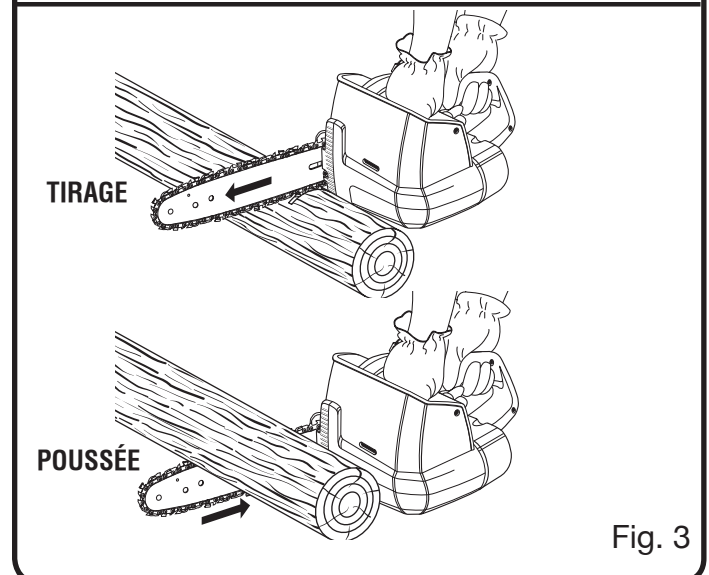

Fig. 3
- **Poussée et traction** - La force de réaction s'exerce toujours dans le sens opposé à la rotation de la chaîne, au point de contact avec le bois. Par conséquent, l'opérateur doit être prêt à contrôler la **TIRAGE** lorsque la coupe est effectuée avec le bas du guide et la **POUSSÉE** lorsque la coupe est effectuée avec le haut du guide. Voir la figure 3.